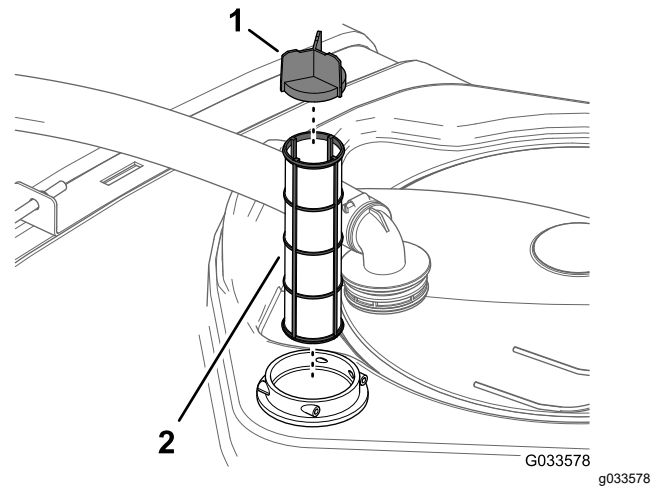

Bild 89
4. Entfernen Sie den alten Saugfilter aus dem Filtergehäuse im Behälter (Bild 89).